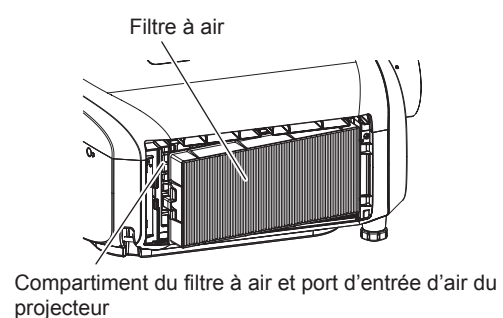

Fig. 3
- Après avoir retiré le filtre à air, enlevez les corps étrangers et la poussière éventuels du compartiment du filtre à air et du port d'entrée d'air du projecteur. (Fig. 3)